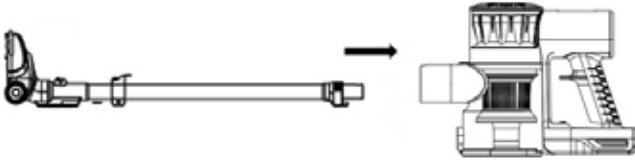

FIG. 2
2. Montaż elektrycznej szczotki podłogowej (Rys.2)